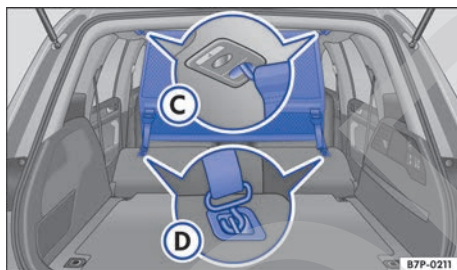

Fig. 223 En el maletero: montaje de la red de separación detrás de los asientos delanteros.
- Enganche la red de separación en el alojamiento delantero izquierdo del techo → fig. 223 (C). Asegúrese de tirar de la varilla hacia abajo más allá de la posición superior.
- Enganche los dos ganchos de la red de separación en las argollas de sujeción de los respaldos del asiento trasero → fig. 223 (D) y tense las cintas.